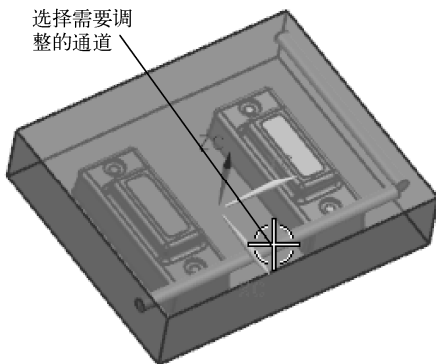
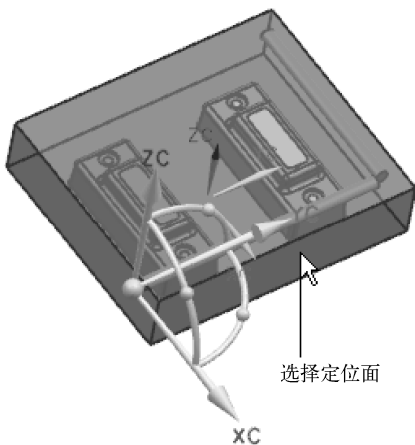

图 9-46 选择需要调整的通道
图 9-47 选择定位的面
(3) 在对话框的【类型】选项组中, 从【调整通道】下拉列表中选择【通道重定位】选项。
(4) 在对话框的【通道】选项组中, 确认【选择通道】处于激活状态, 然后在图形窗口选择需要进行调整的通道, 如图 9-46 所示。
(5) 在对话框的【面】选项组中, 单击【选择面】按钮, 并将【选择范围】设置为【整个装配】。
(6) 在图形窗口选择一个或者多个用于定位管道的面, 如图 9-47 所示。